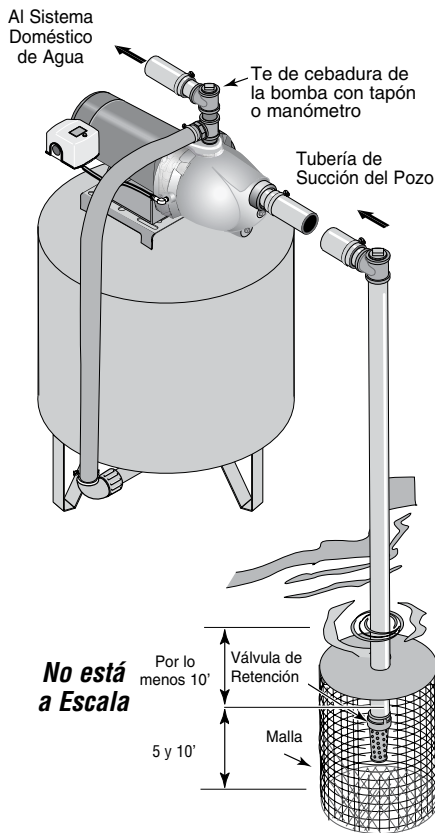

Figura 3: Instalación para agua superficial
INSTALACION PARA AGUA SUPERFICIAL (Figura 3)
- Paso 2. Instale una válvula de retención y la tubería de succión (vea la Figura 3). Asegúrese de que la válvula de retención funcione libremente. Utilice cinta sellante de PTFE para roscas de tubería para juntas de tuberías den las juntas roscadas de la tubería. Proteja la conexión de la válvula de retención de peces, basura, etc., con la instalación de una malla de alambre a su alrededor (Vea la Figura 3).
- Paso 4. Instale una "T" para cebar, tapón para cebar y la tubería de succión a la bomba (vea la Figura 3). Soporte la tubería para que no haya inclinaciones verticales o hundimientos en ella a fin de que no ejerza tensión sobre el cuerpo de la bomba y con el propósito de que no se incline ligeramente hacia arriba desde el pozo hacia la bomba (los puntos altos pueden ocasionar que se formen bolsas de aire que pueden bloquear la bomba). Selle las juntas de la tubería de succión con cinta sellante de PTFE para roscas de tubería para juntas de tuberías. Las juntas deben ser a prueba de agua o estar herméticamente cerradas. *Si la tubería de succión pudiera succionar aire, la bomba no podrá sacar agua del pozo.*